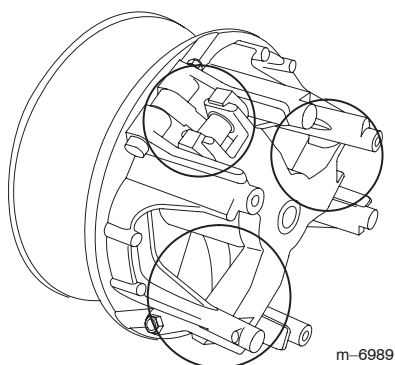

Figura 53
6. Lubrifique as peças móveis nas áreas assinaladas com um círculo na figura 53 utilizando o Dry Lubricant Spray da Toro, disponível no revendedor ou distribuidor autorizado Toro.